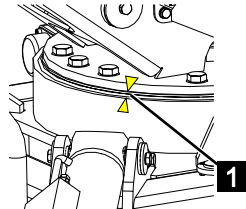

Abb. 105
3. Aufbau in Richtung Transportstellung schwenken (↪ Kapitel 6.10 „Aufbau bedienen“, auf Seite 97) bis die Drehanzeige (Abb.105/1) direkt übereinander stehen.